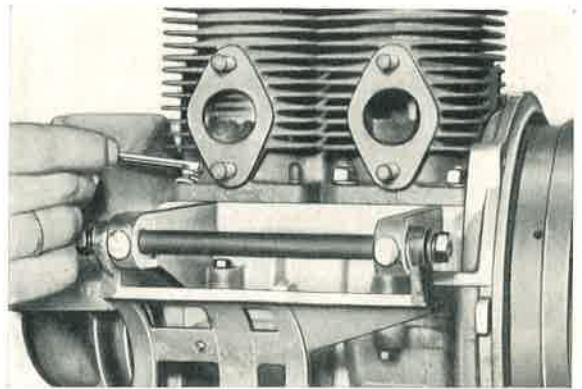

Bild 151: Die Zylinderfuß-Schrauben können nur mit einem Ringmutterschlüssel gelöst und angezogen werden.
- Zylinder mit Kopf abmontieren. Am 400-ccm-Motor die 4 Fußschrauben mit 12 mm Ringmutterschlüssel lösen. Kolben bei Demontage in unteren Totpunkt stellen (Bild 151).